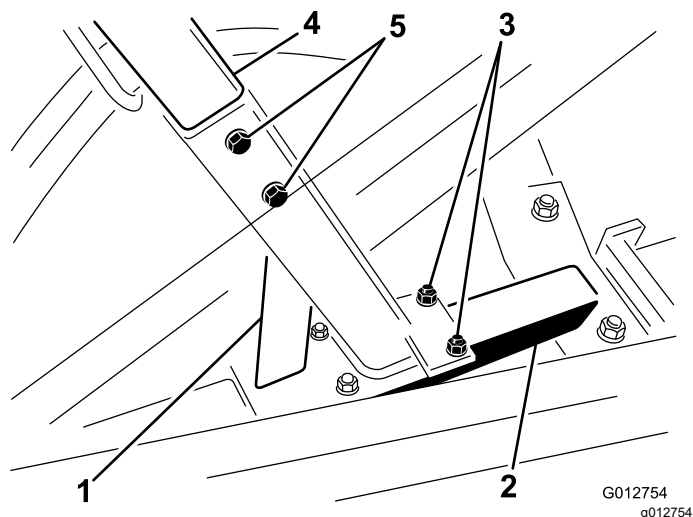

图 5
2. 如图 5 所示使用 2 个平头螺丝  $\frac{3}{8} \times 2\frac{3}{4}$  英寸和 2 个凸缘螺母  $\frac{3}{8}$  英寸将上控制塔安装到下控制塔上。
1. 如图 5 所示用 2 个 U 形螺栓和 4 个凸缘螺母  $\frac{3}{8}$  英寸将下控制塔松散地固定到中心机架管上。